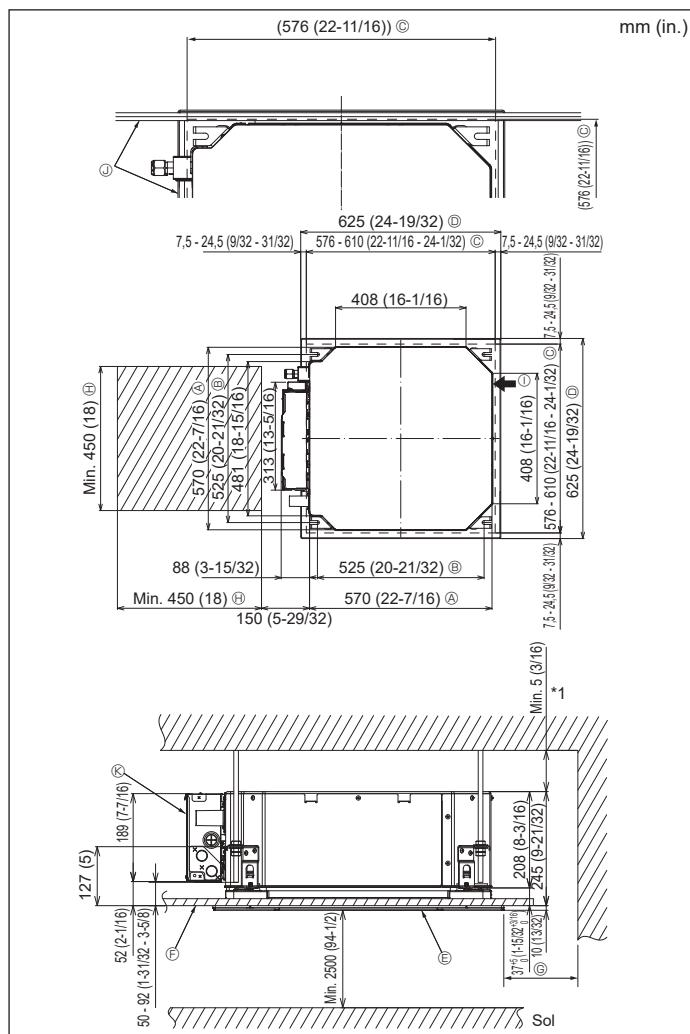

Fig. 4-2
③	Cache-tuyaux (pour le raccord des tuyaux de réfrigérant) petit diamètre (liquide) grand diamètre (gaz)	1 1
④	Courroie (large) Courroie (moyenne) Courroie (petite)	6 2 2
⑤	Prise d'écoulement	1
⑥	Isolation	1
4.2. Emplacement d'installation des ouvertures au plafond et boulon de suspension (Fig. 4-2)